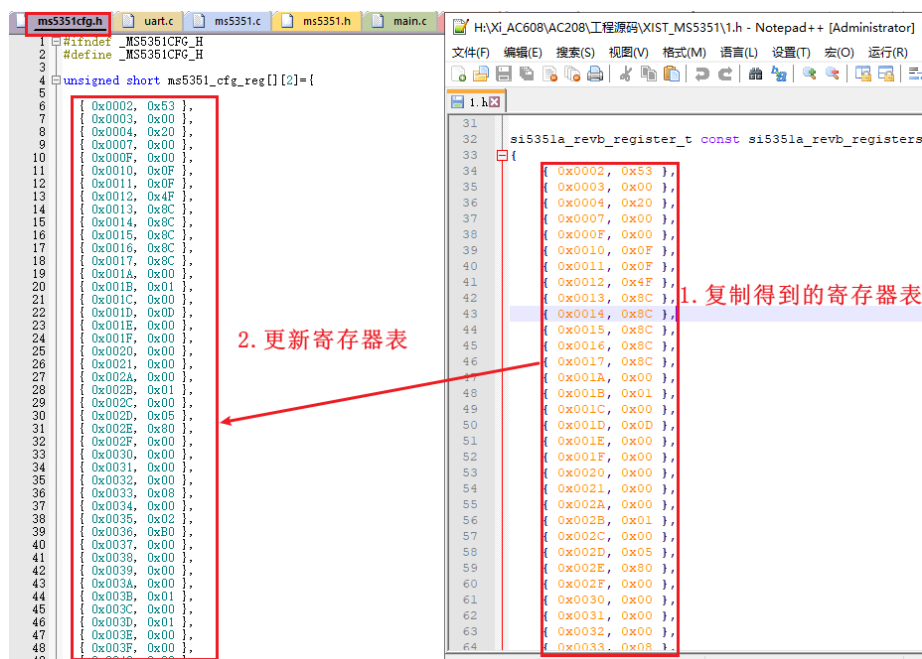

图 12.27 替换寄存器配置表
14. 替换代码中寄存器配置, 找到导出的文件, 可以看到对应的寄存器配置, 将得到的文件中的寄存器表复制至 ms5351cfg.h 文件中, 操作步骤如下图 12.27 所示。